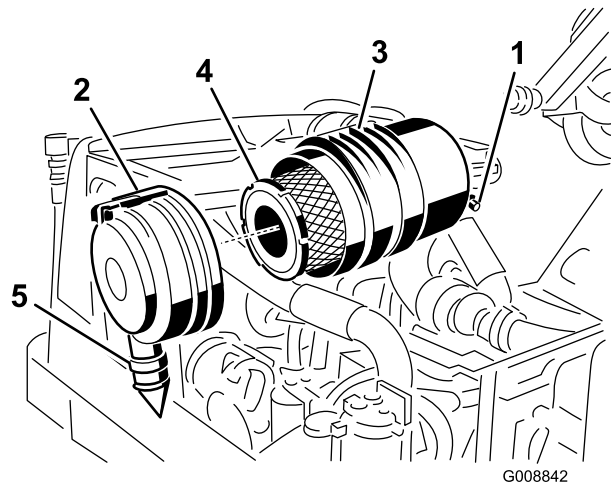

図 57
エアクリーナのフィルタの整備は、インジケータ (図 57) が赤色になってから行ってください。早めに整備を行っても意味がありません。むしろフィルタを外したときにエンジン内部に異物を入れてしまう危険が大きくなります。
1. ラッチを引いて外し、カバーを左にひねってボディーからはずす (図 57)。
2. 主フィルタを外す (図 57)。エレメントを洗って再使用しないこと。洗浄によってフィルタの濾紙を破損させる恐れがある。新しい
3. 主フィルタを交換する（図 57）。
6. ゴム製のアウトレットバルブ（図 57）が下向き（後ろから見たとき、時計の5:00と7:00